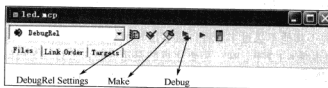
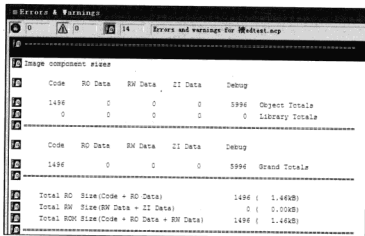

图 6-12 与工程设置、编译、链接有关的按钮
图 6-20 “Errors & Warnings”对话框
完成上述工作后，需要正确地设置工程。与工程设置、编译、链接有关的按钮如图 6-12 所示。
(6) 单击图 6-12 中的“Make”按钮，会弹出如图 6-20 所示的对话框。